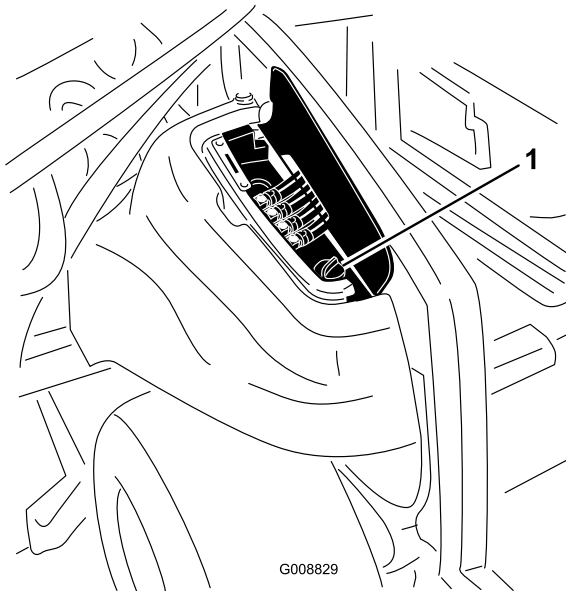

Figura 87
2. En el lado derecho del tractor, levante la tapa para tener acceso al tapón del depósito de aceite hidráulico (Figura 87).
3. Limpie la zona alrededor del cuello de llenado y el tapón del depósito hidráulico (Figura 87). Retire el tapón del cuello de llenado.